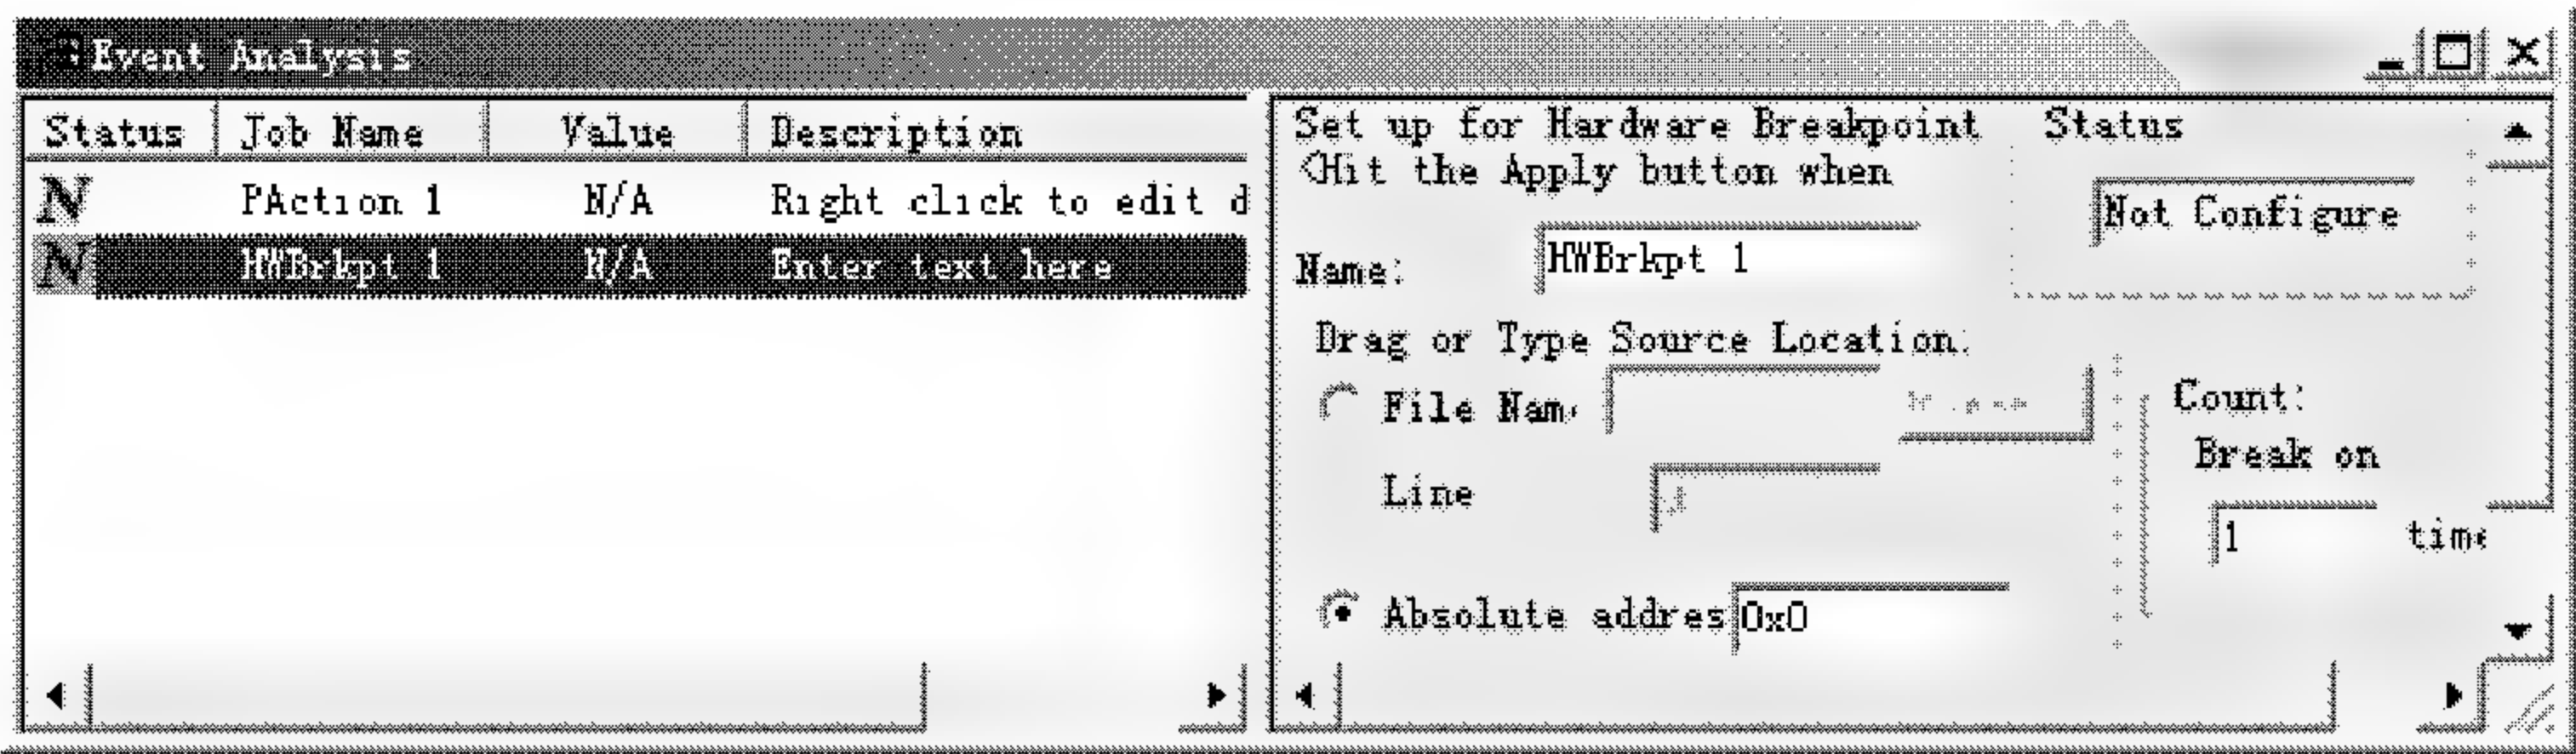

图 3.24 Event Analysis 对话框
(1) 选择 Tools → Advanced Event Triggering → Event Analysis，打开 Event Analysis 对话框，如图 3.24 所示。